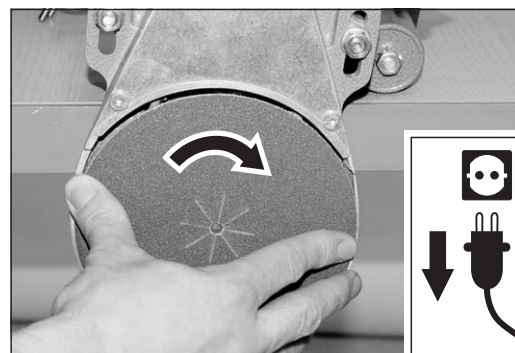
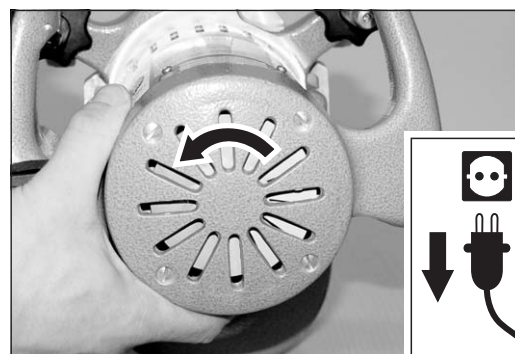

Abb. 27 Den Schleifteller mit der Hand drehen.
Abb. 28 Beim Drehen des Schleiftellers muss sich der Lüfterflügel des Motors mitdrehen.
- 10 Drehen Sie den Schleifteller mit der Hand (Abb. 27). Schauen Sie gleichzeitig durch die Schlitze im Griffstück. Der Lüfterflügel des Motors muss sich mitdrehen (Abb. 28). Ist dies nicht der Fall, befindet sich der Keilriemen nicht in der Motorriemenscheibe und die Punkte 6 bis 10 müssen wiederholt werden!